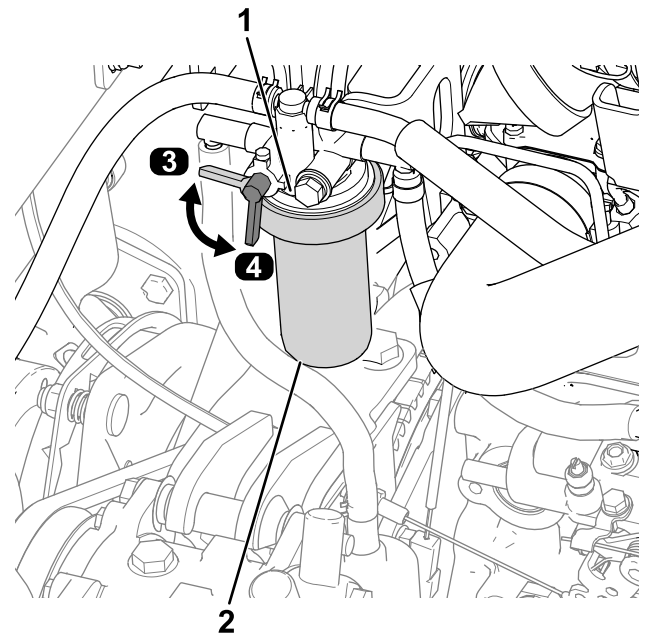

Figure 56
2. Nettoyez la surface autour de la tête du filtre à carburant (Figure 56).
3. Déposez le filtre et nettoyez la surface de montage de la tête du filtre (Figure 56).
6. Tournez le levier du robinet d'arrivée de carburant à la position OUVERTE (Figure 56).
1. Tournez le levier du robinet d'arrivée de carburant à la position FERMÉE (Figure 56).